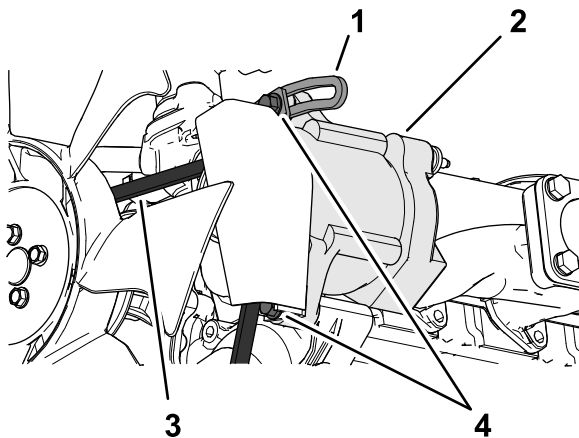

Figure 93
3. Desserrez le boulon sur le point de pivot de l'alternateur ; desserrez le boulon qui fixe l'alternateur au renfort fendu (Figure 93).